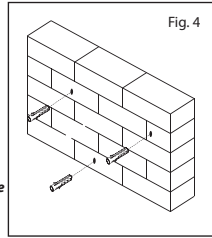

Fig. 4
4. Insira as buchas plásticas (M) até que as mesmas fiquem niveladas com a parede. Se necessário, um martelo pode ser usado para bater levemente nas buchas para o nivelamento das mesmas.
5. Posicione o suporte sobre as furações e faça a fixação utilizando os parafusos (L) e arruelas (K) fornecidos no kit de acessórios (Veja Fig. 4).